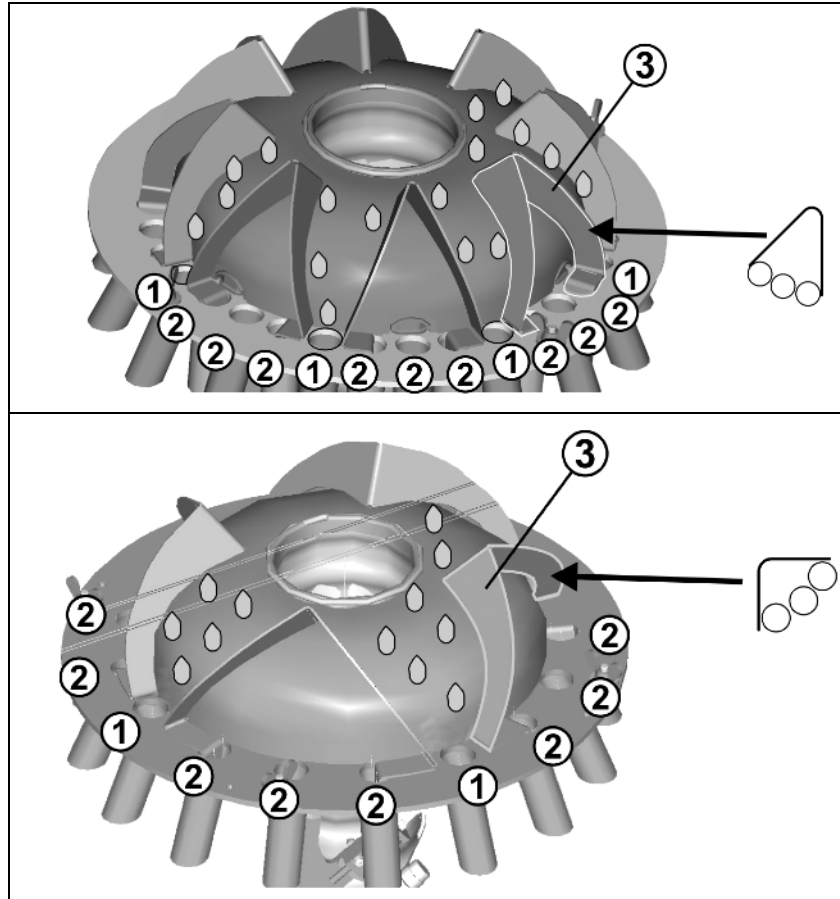

Рис. 37
- Установите на дозаторы подходящие дозирующие катушки для кукурузы и удобрений (Рис. 37/3).
- В зависимости от того, какое расстояние требуется между рядами, некоторые выходы на всех распределителях (Рис. 37/4) следует закрыть.